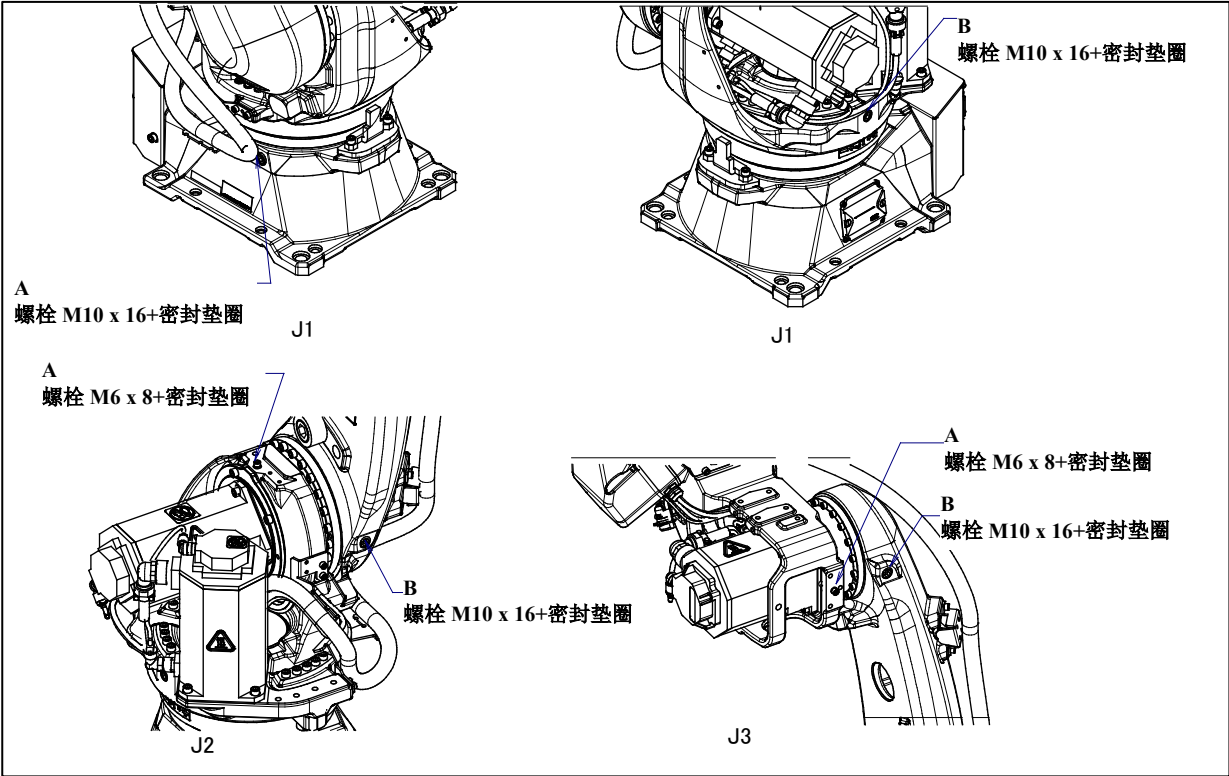

图 7.3.2.3 (a) J1/J2/J3 轴减速机的供油部位
- (1) 将机器人移动到表 7.3.2.3 (b)的供油姿势。
- (2) 按照图 7.3.2.3 (b)~(d)，把随附件的适配器 (A290-7228-X327 M6 用或者 A290-7228-X328 M10 用) 装到供油口和排气口上。然后，把油注入口带有阀门(A05B-1224-K006) 装到排气口上。
- (3) 按照图 7.3.2.3 (b)~(d)，确认油注入口带有阀门和油盘子带有阀门的阀门已开启，用注油枪(A05B-1221-K005)供油。润滑油从上侧排气口到油盘子出来时，停止注油，关闭油注入口带有阀门，然后取下注油枪。
- (4) 把螺栓和垫圈装到上侧排气口上。
- (5) 取下油注入口带有阀门。把螺栓和垫圈装到供油口上。此时，润滑油有可能落下。在下面设置油盘。马上安装锥形螺塞。
- (6) 按照 7.3.2.4 节释放油槽内的残留压力。